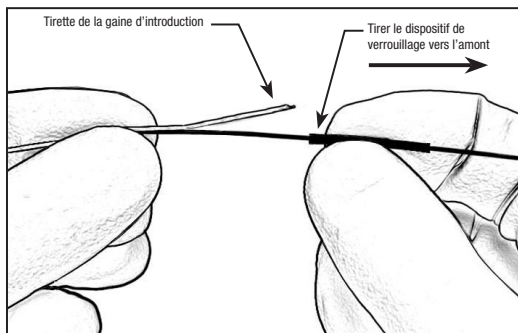

Figure 3 : Tirer le dispositif de verrouillage vers l'amont
17. Tenir le dispositif juste en aval du dispositif de verrouillage et faire glisser le dispositif de verrouillage vers l'amont pour exposer la trette de la gaine d'introduction. Voir Figure 3.